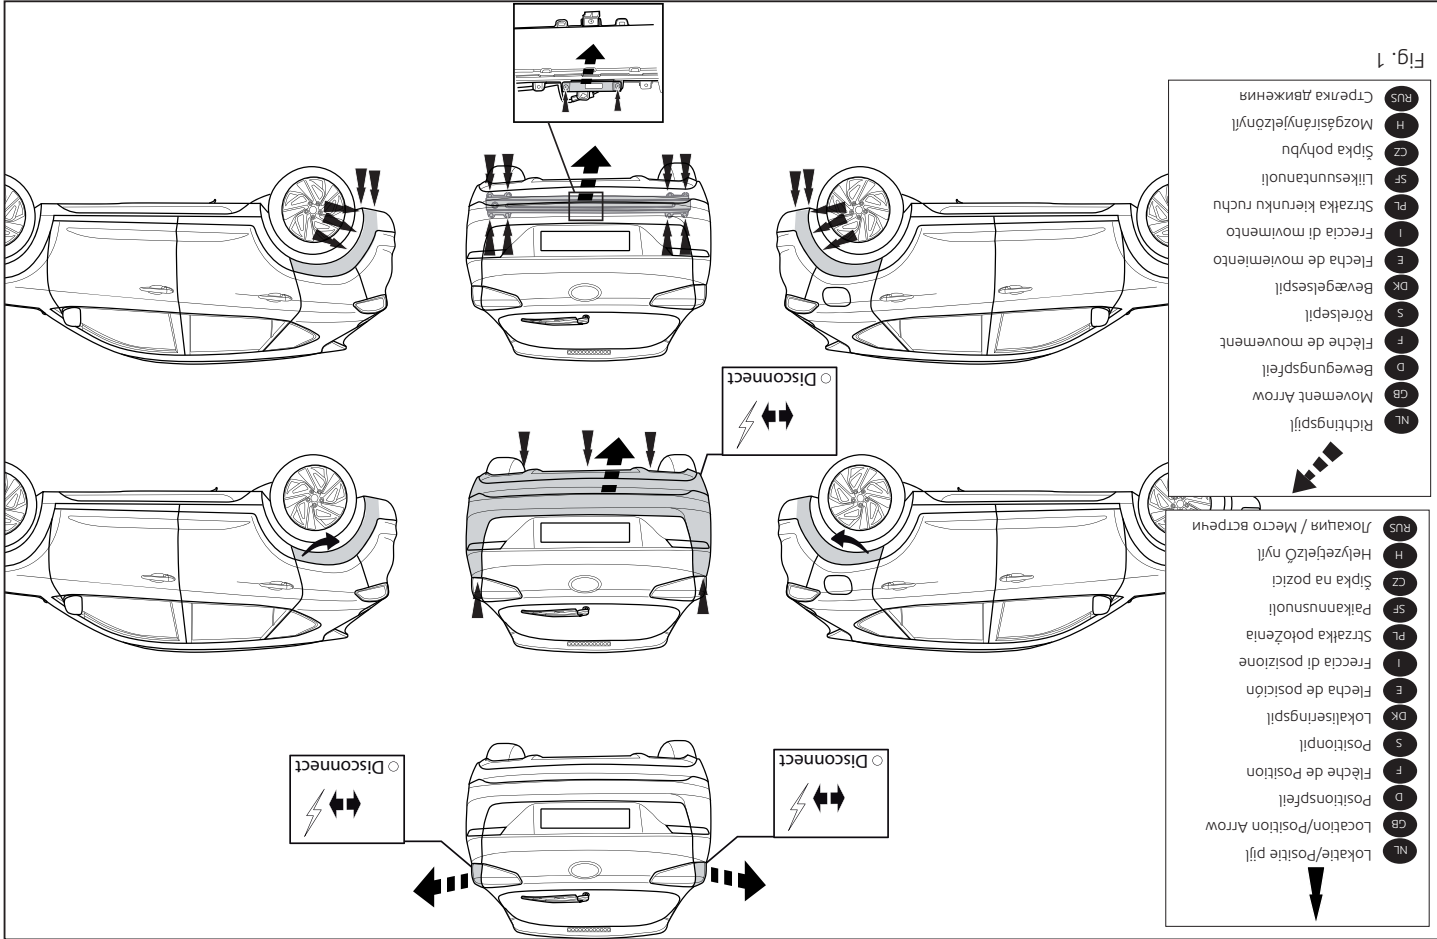

Fig. 1
1. Die Rücklichter abmontieren. Die Stoßstange einschließlich den Stoßbalken vom Fahrzeug abmontieren. Der Stoßbalken wird nicht mehr benötigt. Die Antenne abmontieren. Siehe Abbildung 1.
1. Démontez les feux arrière. Déposez le pare-chocs du véhicule y compris la traverse; la traverse ne sera plus utilisée. Démontez l'antenne. Voir la figure 1.
1. Demonter baglysenheten. Demonter kofangaren, inklusive køretøjs stødbjælke. Denne bliver overflødig. Demonter antennen. Se fig. 1.
1. Снять оба блока задних фар. Снять бампер вместе со буферным брусом автомобиля. Буферный брус больше не понадобится. Демонтируйте антенну. См. рисунок 1.